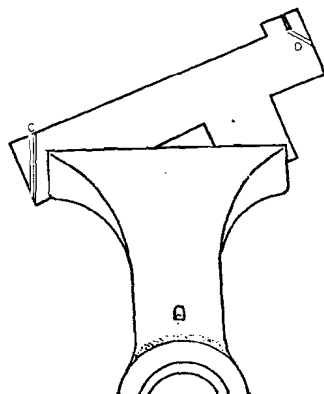

Fig. 7-13
4.6. Aserrado de C y D.—Amarrar la pieza a un lado del tornillo con el trazo vertical y serrar *C* (fig. 7.13).